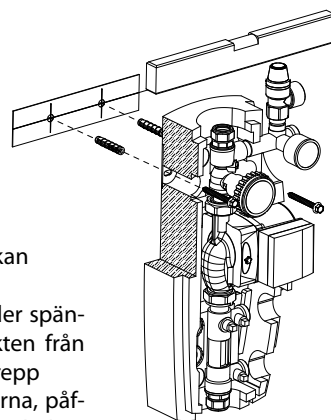

Fig. 1
6. Placera cirkulationsgruppen på väggen och fäst med de medföljande skruvarna (se fig. 1)